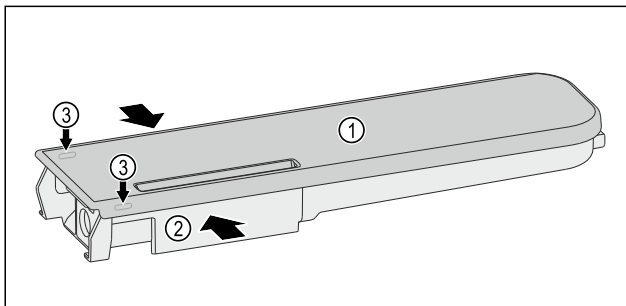

Fig. 130
- ▶ Nyomja össze a víztárolót Fig. 130 (2), és óvatosan emelje le, a fedelet Fig. 130 (1) a reteszelő fülekről Fig. 130 (3), majd húzza fel.
- ▶ Mozgassa óvatosan oda-vissza a fedelet Fig. 130 (1), majd könnyed mozdulattal vegye le felfelé.